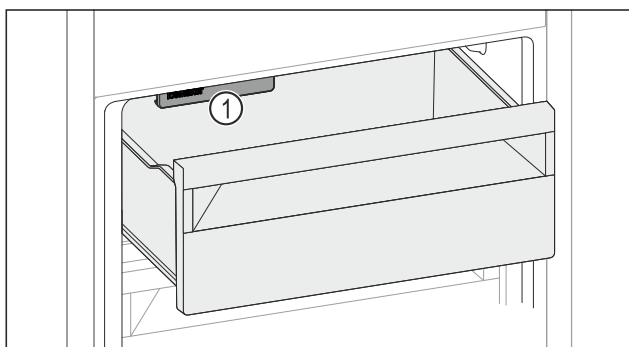

Fig. 126
- Observera IceMaker Fig. 126 (1).